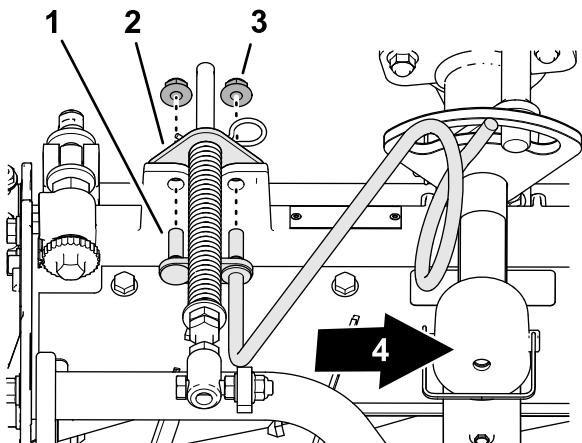

图 15
3. 将右软管导向架的螺柱与滚刀组架和草坪补偿支架上的孔对齐 图 15。